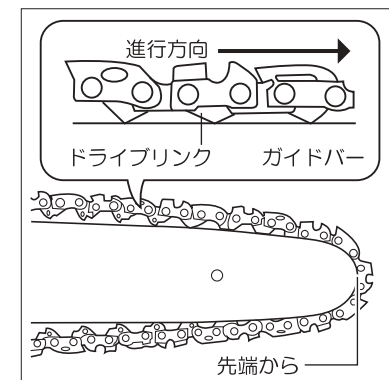

図9
- ①ガイドバーの先端からソーチェーンのドライブリンクをガイドバーの溝にはめ込みます。(図9参照)